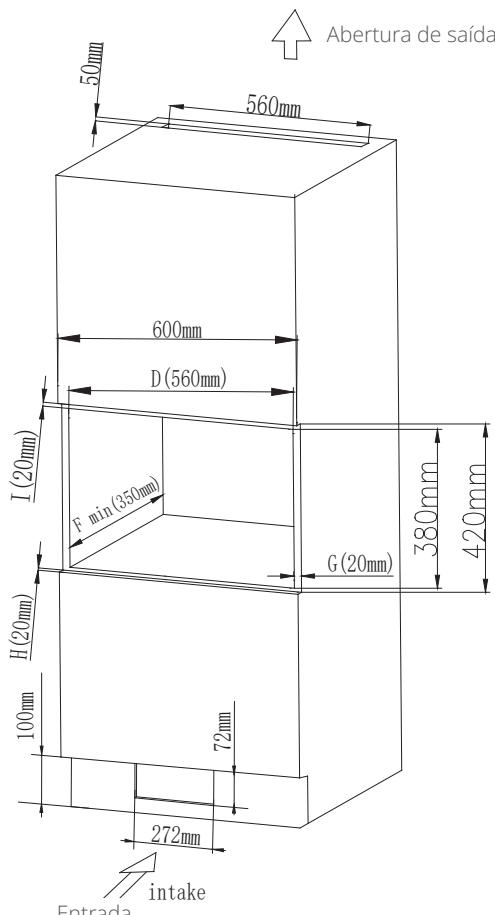

Fig.5
Tamanho da abertura: (D) 560 ± 2 x (E) 380 ± 2 x (F) min 350 ± 2 (mm) como ilustrado na Fig. 5 em "D","E","F".